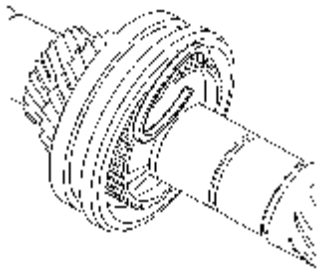

图 9-79 确定卡簧厚度
- ④卡簧 5 固定用于第 5 挡的齿轮。厚度可根据表 9-3 来确定。
(10) 确定卡簧的厚度时, 测量和放置 (图 9-79) 最厚的并且刚好可放入的即可。卡簧 4 和卡簧 5 可供选择的厚度见表 9-3 所列。